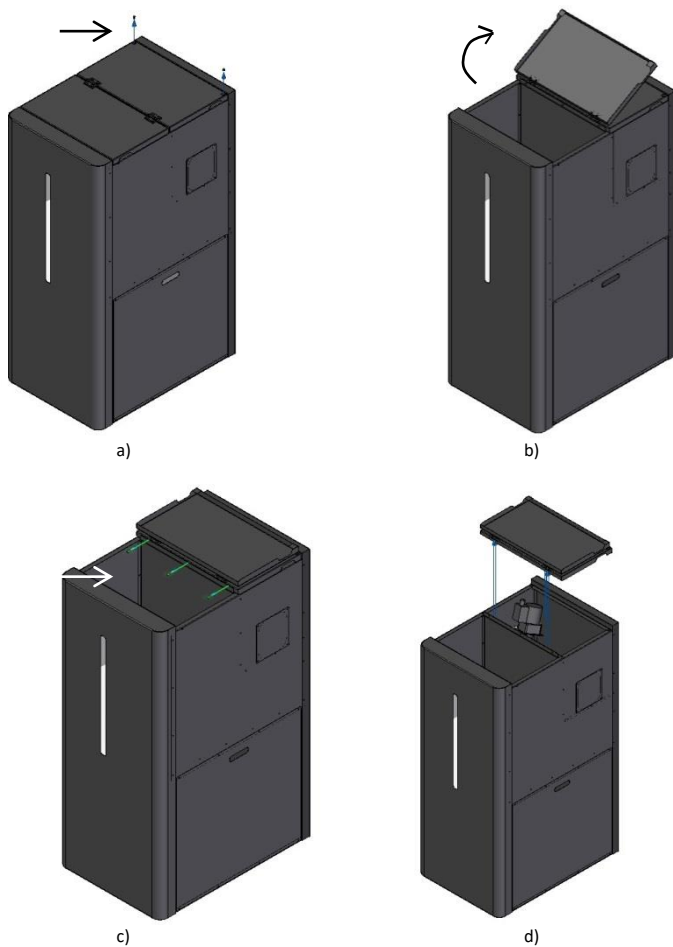

Figura 12 – Remoción de las tapas superiores
- 1 – En primer lugar, deberá retirar las tapas superiores. Para ello, deberá empezar por retirar los dos tornillos de fijación a la zona posterior (Figura 12-a). A continuación, abra la tapa frontal y retire los 3 tornillos (Figura 12-c) que fijan las tapas.